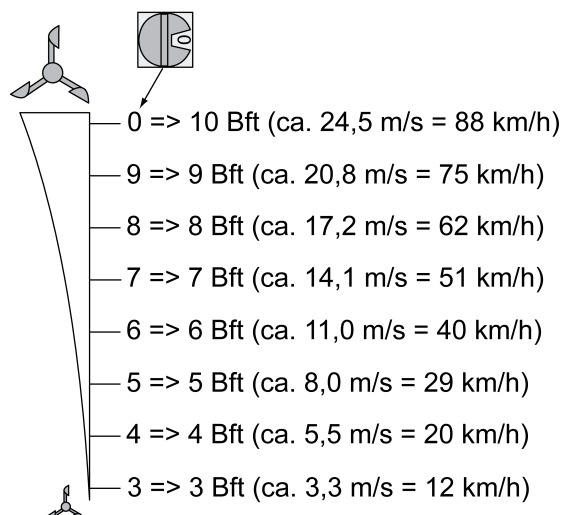

Figura 5: Ajuste de la fuerza del viento
- Con el interruptor giratorio (9) ajustar la fuerza del viento con la que se debe desplazar la cortina a la posición final protegida (figura 5). El ajuste se realiza según la escala de Beaufort Bft.